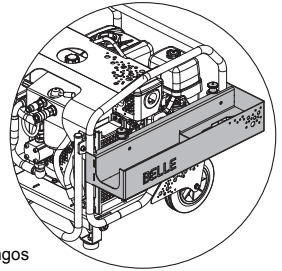

Imagen 4
5. Gire la bandeja de herramientas hacia arriba hasta que ambos vástagos estén ubicados por encima de los orificios de la parte superior del protector lateral instalado. Suelte los mangos del vástago para fijar el montaje en el sitio. (**consulte la imagen 4**)